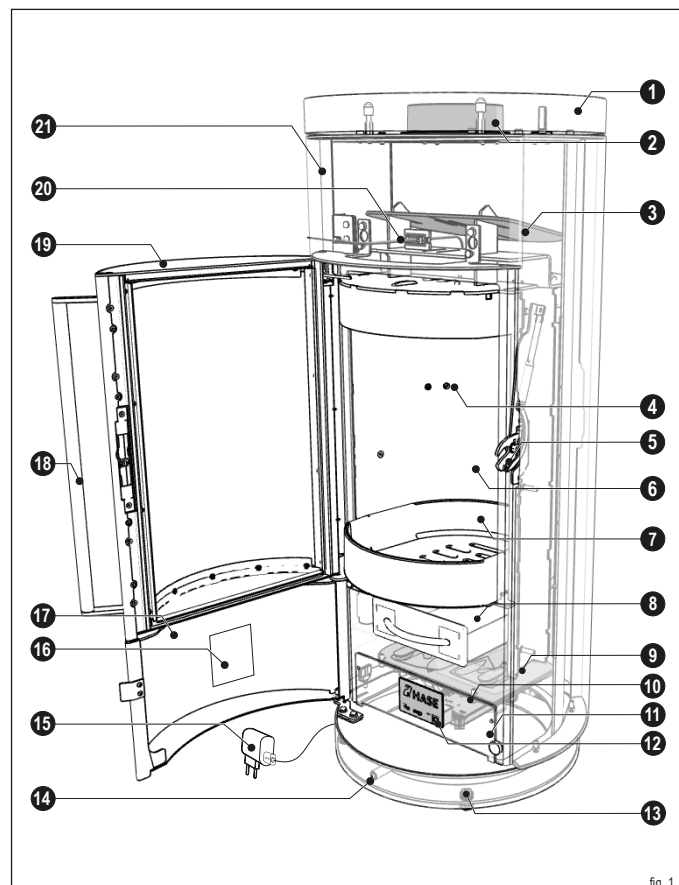

fig. 1
- Il rivestimento interno della camera di combustione (fig. 1, pos. 6) è costituito di vermiculite (minerale ignifugo).
- Lo sportello della camera di combustione (fig. 1, pos. 19) della stufa a legna è a chiusura automatica, ciò significa che lo sportello della camera di combustione deve essere tenuta ferma con la maniglia della camera di combustione (fig. 1, pos. 18) durante l'apertura (ad es. quando si aggiunge combustibile).
- Mentre si rilascia la maniglia della camera di combustione, essa cade nella chiusura dello sportello (fig. 1, pos. 5) e chiude automaticamente e a tenuta stagna la camera di combustione.
- La tecnologia iQ (fig. 1, pos. 9-10; 12; 14, 20) regola automaticamente l'impostazione ottimale dell'aria di combustione e la temperatura della camera di combustione per garantire una combustione completa e poco inquinante.
- La stufa è costituita da un corpo in acciaio (fig. 1, pos. 21) e, a seconda del modello, può essere dotata di un rivestimento in acciaio, ceramica o pietra naturale per aumentare l'accumulo di calore.
- La stufa può essere allineata con le viti di regolazione (fig. 1, pos. 13) per compensare le irregolarità della superficie di allestimento.
- Il cassetto di raccolta della cenere (fig. 1, pos. 8) serve come raccogliitore di cenere e deve essere svuotato regolarmente. (Si veda il capitolo "7.3.3 Pulizia del cassetto di raccolta della cenere e della graticola").
- La porte de service (image 1, pos. 17) permet d'accéder aux éléments de commande du bac à cendres et du panneau de commande.
- Tramite lo sportello di controllo (fig. 1, pos. 12) è possibile accendere e spegnere il regolatore.
- La targhetta identificativa (fig. 1, pos. 16) si trova sul lato interno dello sportello di controllo.
- La spina e il cavo USB-C (fig. 1, pos. 15) collegano la tecnologia iQ alla rete di corrente.